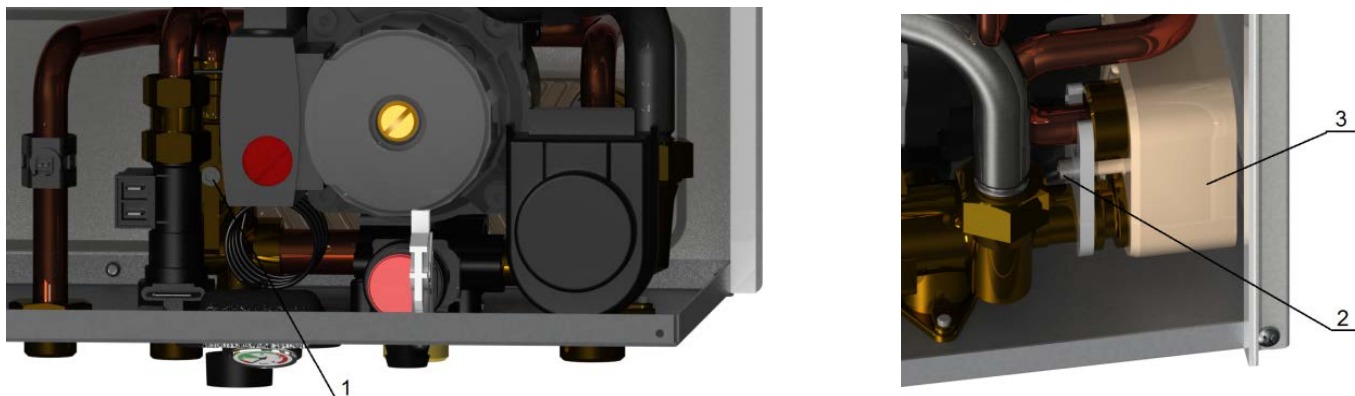

Рис. 13 Демонтаж вторичного теплообменника
- отвернуть винты (1) и (2), см. рисунок 13;
- снять вторичный теплообменник (3) толкнув его от себя и влево.